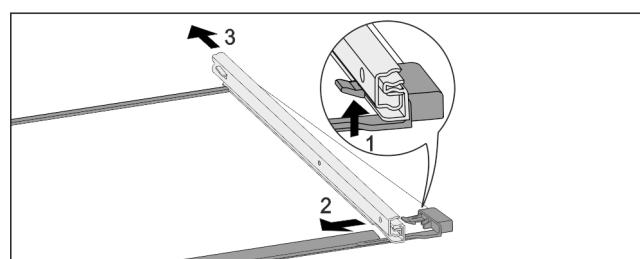

Fig. 172 Steklena plošča z vodili
- Sprednji zaskočni kaveljček potisnite navzgor. Fig. 172 (1)
► Izvlečno vodilo potisnite Fig. 172 (2) na stran Fig. 172 (3) in nazaj.